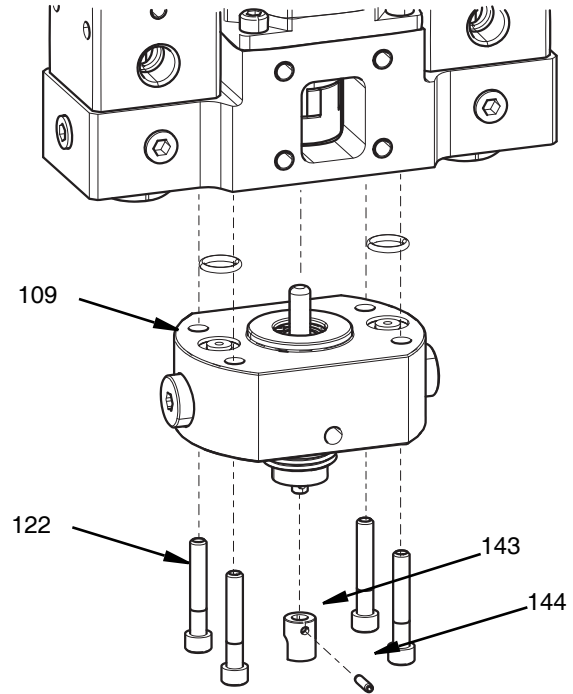
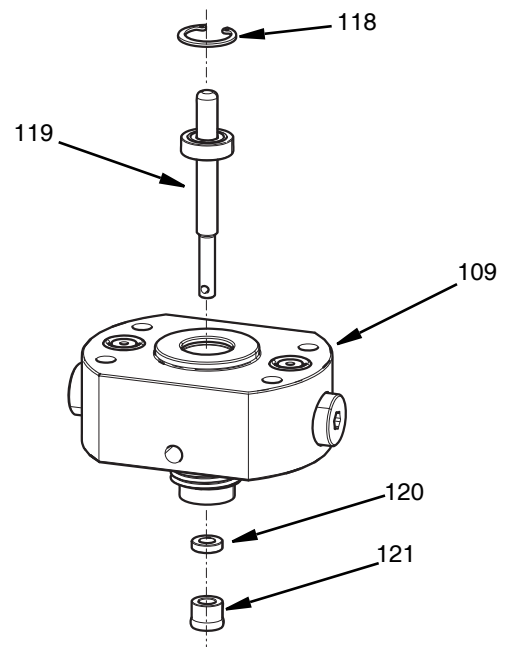

图 32
图 33
4. 使用 4 毫米内六角扳手卸下四个螺丝 (17)。
5. 卸下止回阀喷嘴 (109) 和 O 形圈 (108)。
6. 从轴承轴组件 (119) 的末端将销 (144) 从混合器接头 (143) 中按出。
7. 拆下混合器接头 (143)。参见图 32。
8. 卸下将轴承轴组件固定到位的固定环 (118)。
9. 从止回阀喷嘴 (109) 中拉出轴承轴组件 (119)。
10. 使用 6 毫米 (1/4 英寸) 销将旋转密封 (121) 和支撑环 (120) 从止回阀喷嘴中推出，参见图 33。
1. 将轴承轴组件 (119) 安装到喷嘴部分 (109) 中。
3. 将以轴承轴组件为中心的备用密封圈 (120) 插入止回阀喷嘴。
7. 装回止回阀喷嘴顶部的两个 O 形圈 (108)。
9. 用 2.5 毫米内六角扳手拧紧旋转联接装置 (127) 上的夹紧螺丝，将其锁定在轴承轴组件上。
10. 用与客户提供的安装夹具相反的四颗 M6-1.0 x 10 螺丝安装联接装置盖。用 50 英尺-磅 (13 牛·米) 的扭力拧紧。有关组件的信息，请参见图 32 和图 33。
- 要维护、拆卸和维修轴承轴，请按照从第 40 页开始的旋转密封维修拆卸部分中的步骤 1 至 8 进行操作。图 15，第 17 页，图 32 和图 33，第 40 页。
- 要在维修后安装轴承轴，请按照从第 40 页开始的旋转密封维修转配部分中的步骤 1 至 8 进行操作。参考图 15 第 17 页，图 32 和图 33 第 40 页。
2. 从混合器转接头 (143) 中将销 (144) 按下。
3. 拆下混合器转接头 (143)。参见图 32，第 40 页。
1. 使用新零件，将混合器转接头 (143) 安装到混合器轴 (119) 上。
3. 将销 (144) 压入孔中。
4. 确保将销完全按下，并且不从混合器转接头的任何一侧伸出。参见图 32，第 40 页。